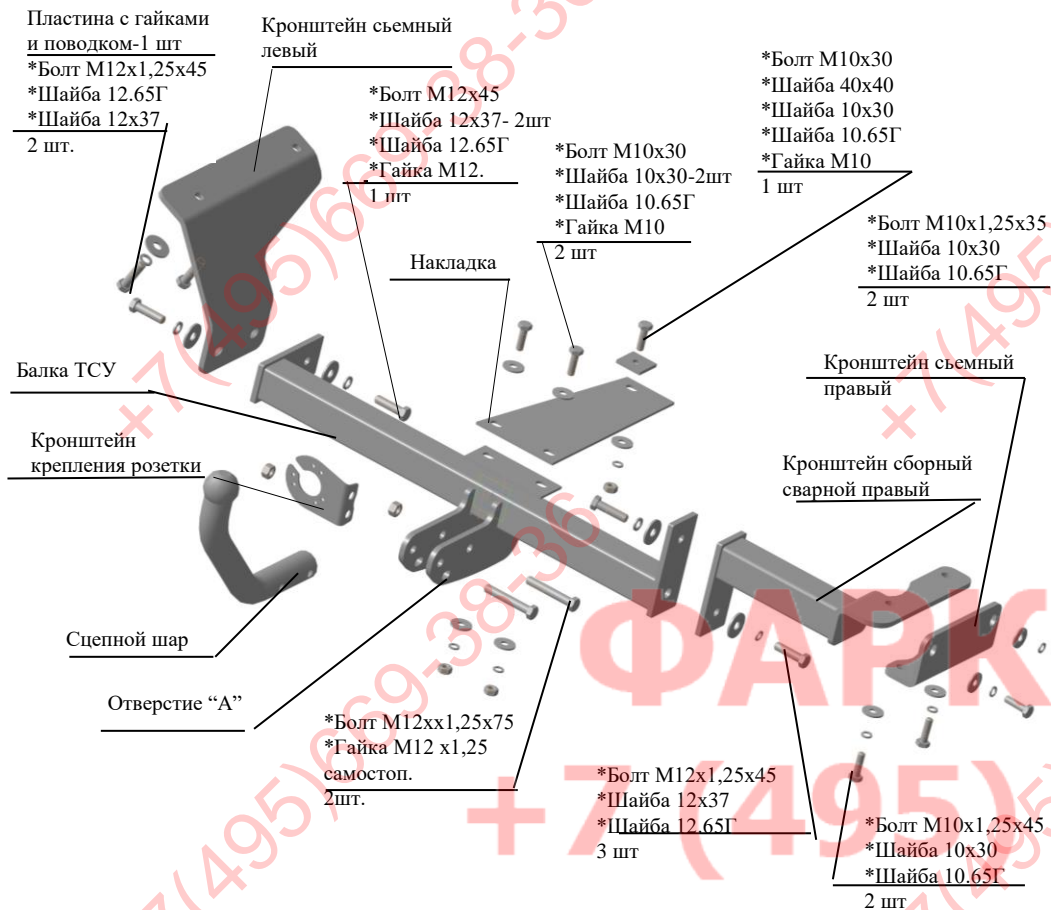

Рис.1 Тягово-сцепное устройство ТСУ 8400.
2.1 ТСУ 8400 в сборе (рис.1)	1 шт.
2.2. Пакет комплектующих (рис.1)
4.3 Закрепить сборный сварной правый кронштейн ТСУ и съемный правый - к нижней полке правого лонжерона болтами М10х1,25х45, согласно рис.1, используя гайки штатные и подложив под головки болтов шайбы 10.65Г и шайбы 10х30. Съемный правый кронштейн закрепить дополнительно к боковой полке правого лонжерона болтами М10х1,25х35, используя гайки штатные и подложив под головки болтов шайбы 10.65Г и шайбы 10х30. Крепеж не затягивать
4.4 Наживить накладку к балке ТСУ болтами М10х30 и гайками М10, подложив под гайки шайбы 10.65Г и шайбы 10х30, изнутри багажника закрепить накладку болтом М10х30 и гайкой М10, подложив под головку болта шайбу 40х40, а под гайку шайбу 10.65Г и шайбу 10х30, затем закрепить балку ТСУ к боковым кронштейнам болтом М12х45 и крепежом соответственно рис.1, к приварным гайкам - крепить болтами М12х1,25х45, подложив под головки болтов шайбы 12,65Г и шайбы 12х37. Крепеж не затягивать.